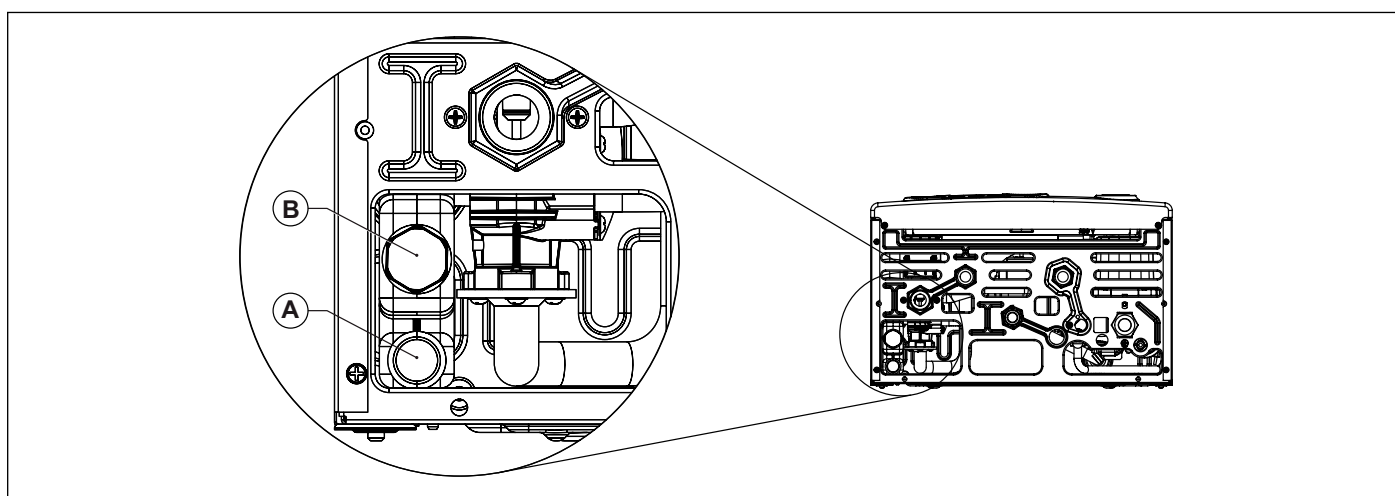

Fig. 22 Descarga condensación
Si no existen contraindicaciones especiales, la condensación producida en la fase de combustión debe ser encauzada (por medio del conducto de evacuación de la condensación) a un sistema de evacuación que la haga fluir a la red de evacuación de los reflujos domésticos que por su componente básico, contrarresten la acidez de la condensación de los humos. Para evitar un retorno de los malos olores de la red de evacuación de los reflujos domésticos, se recomienda aplicar un sellado anti-olores entre el sistema de evacuación de la condensación y la red de evacuación de reflujos domésticos. El sistema de evacuación de la condensación y la red de evacuación reflujos domésticos deben estar contruidos con materiales adecuados, resistentes al ataque del agua de condensación. El sistema de evacuación de la condensación se debe conectar a la específica conexión (A) preparada en la caldera (ver Fig. 22 Descarga condensación).